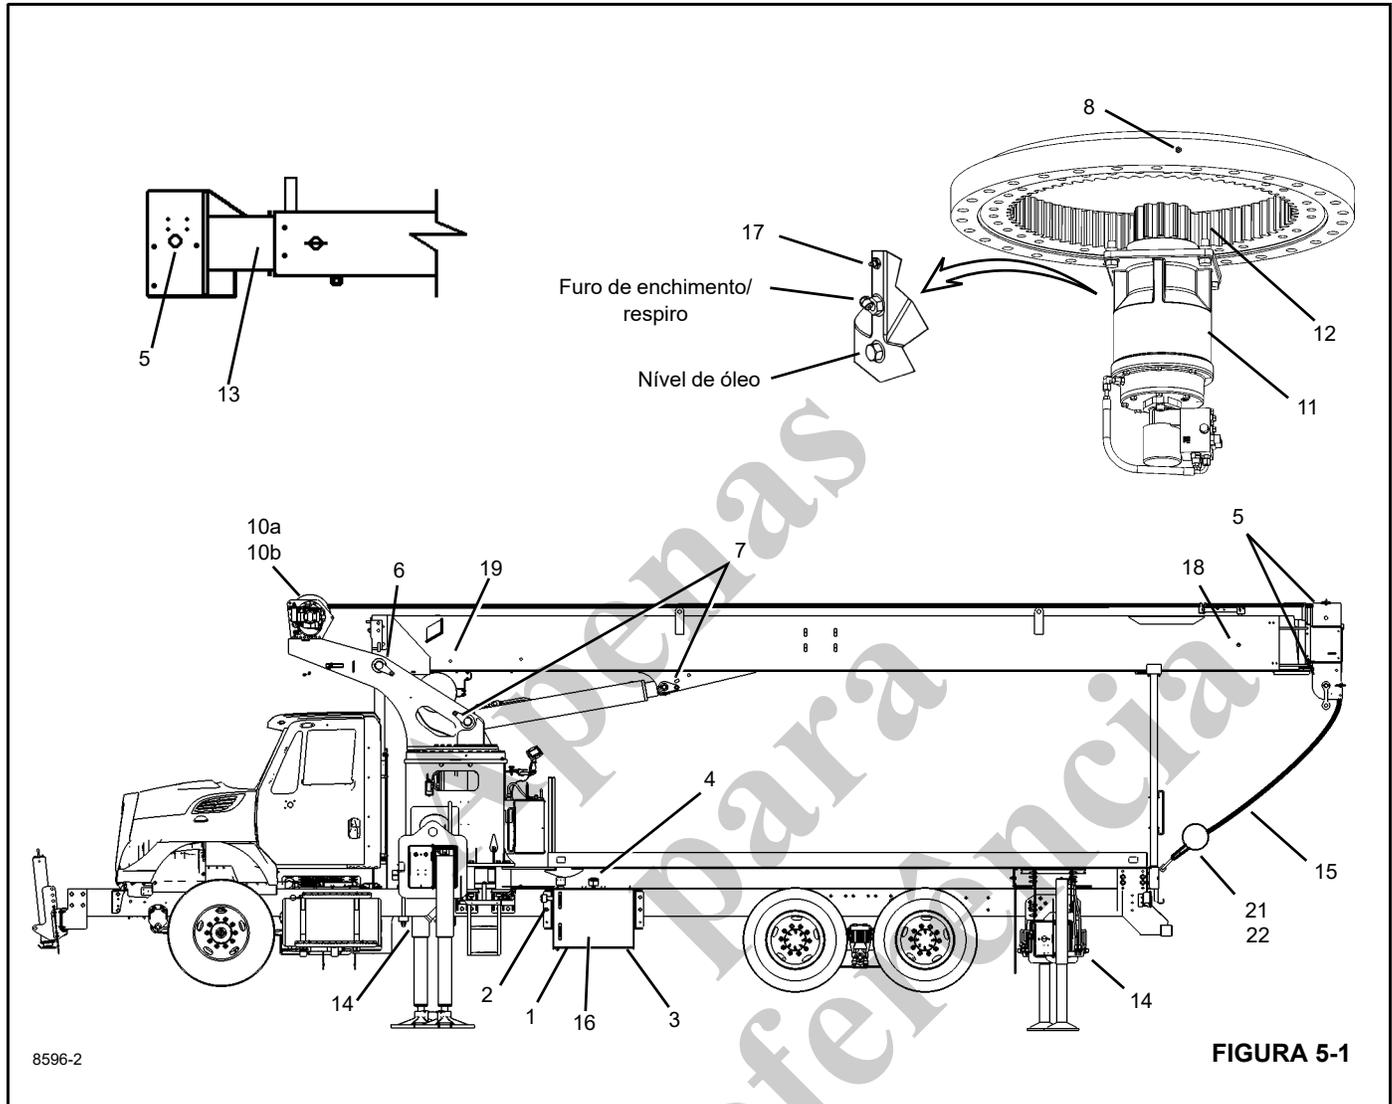

FIGURA 5-1
As seções a seguir descrevem os pontos de lubrificação e os tipos, intervalos e quantidades de lubrificantes e sua aplicação. Cada ponto de lubrificação é numerado e esse número corresponde ao número do índice mostrado na Tabela de lubrificação (Figura 5-1). A descrição e os símbolos de lubrificação são apresentados nas tabelas a seguir.
NOTA: A seguir, uma descrição dos pontos e intervalos de lubrificação e dos tipos e quantidades de lubrificante e sua respectiva aplicação. Cada ponto de lubrificação é numerado e esse número corresponde ao número do índice mostrado na Tabela de lubrificação (Figura 5-1). A descrição e os símbolos de lubrificação são apresentados nas tabelas a seguir.
2. Lubrifique o pino das polias do cabo de extensão (18) (Figura 5-1) até que uma pequena quantidade de graxa seja expelida pelo pino. Posicionado na frente da lança, olhe para trás através da caixa de polias para o pino a fim de determinar a quantidade de graxa.